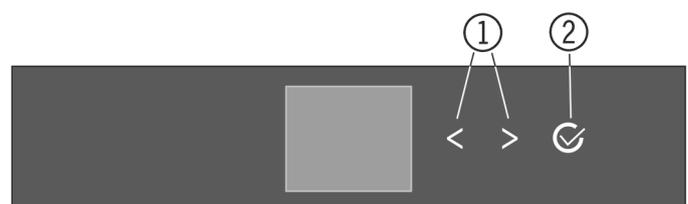
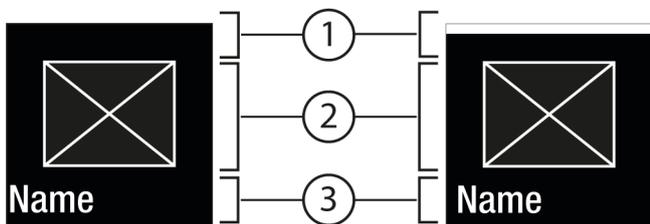
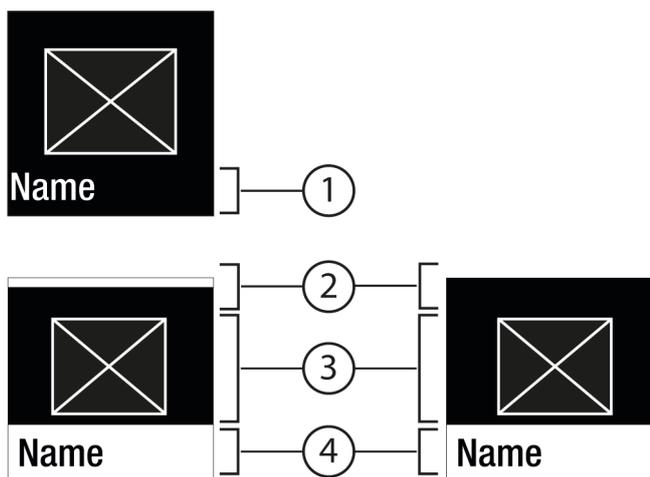

Fig. 5
Fig. 6
Fig. 7
- (1) Flecha de navegación izquierda / derecha      (2) Confirmar
### Flecha de navegación izquierda / derecha Fig. 5 (1):
### Confirmar Fig. 5 (2):
- Con la flecha de navegación izquierda / derecha Fig. 5 (1) se navega.
- Con Confirmar Fig. 5 (2) se accede al submenú Fig. 7 (4).
- Ajustar un nuevo valor: con Confirmar Fig. 5 (2) se selecciona un valor desactivado Fig. 6 (1).
- Volver al menú: con Confirmar Fig. 5 (2) se selecciona el valor ya activado Fig. 6 (2).
- Pulsar las flechas de navegación Fig. 5 (1) las veces que sea necesario hasta que aparezca la función .
- Pulse Confirmar Fig. 5 (2).
- ▶ Pulsar las flechas de navegación Fig. 5 (1) hasta que aparezca la función.
- ▶ Pulse Confirmar Fig. 5 (2).
- ▶ Seleccionar el valor de ajuste con las flechas de navegación Fig. 5 (1).
- ▷ Aparece el estado: activado Fig. 6 (1) brevemente en el submenú Fig. 7 (4).
- ▶ Pulsar las flechas de navegación Fig. 5 (1) hasta que aparezca Ajustes
- ▶ Pulsar las flechas de navegación Fig. 5 (1) hasta que aparezca el ajuste deseado.
- ▶ Pulse Confirmar Fig. 5 (2) durante 3 segundos.